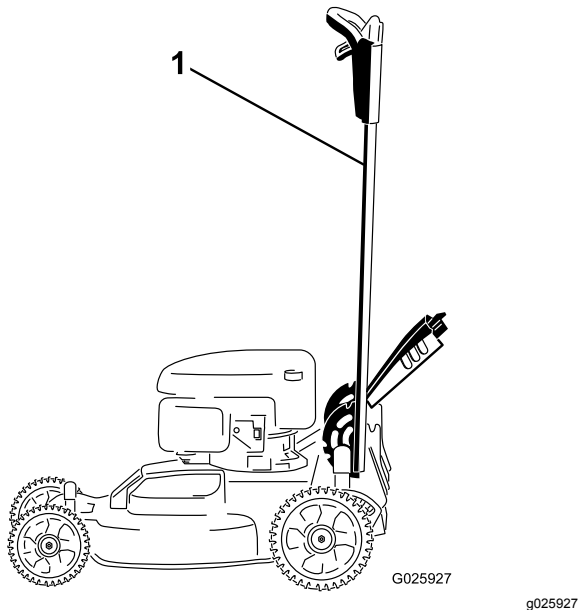

Bild 37
1. Arretieren Sie den Holm in der vertikalen Stellung (**Bild 37**), siehe Einstellen der Holmhöhe (Seite 10).